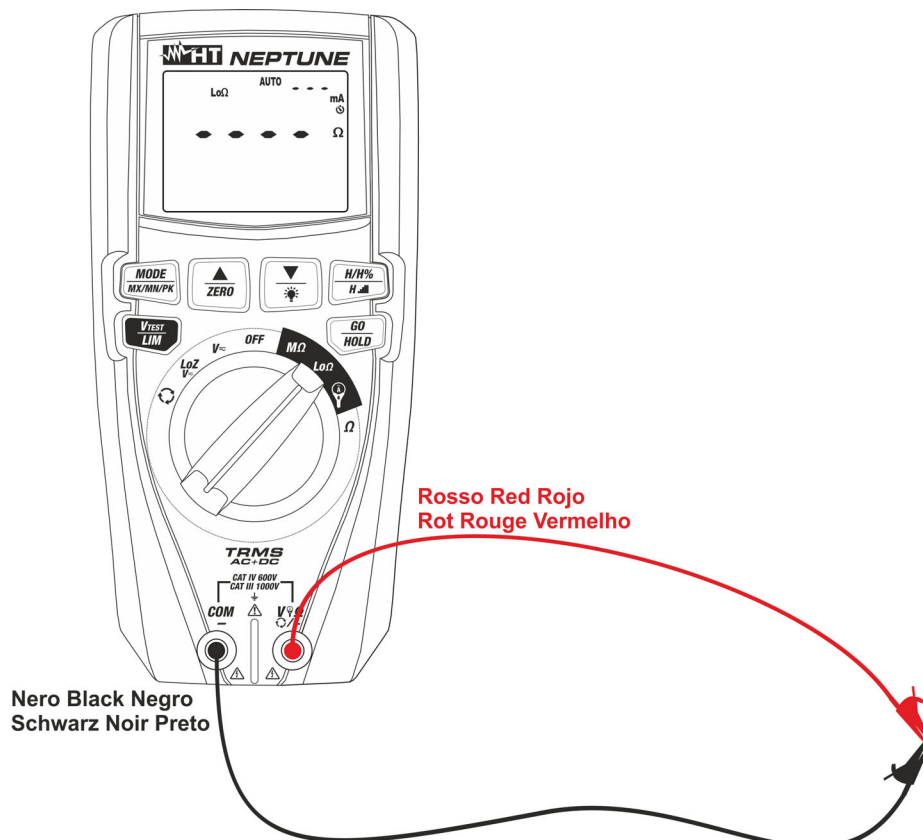

Fig. 32: Raccordement des câbles pour la fonction compensation
2. Insérer les câbles de mesure dans les bornes d'entrée **V $\Omega$ /+** et **COM/-**, raccorder les pinces crocodiles et court-circuiter les extrémités des câbles entre eux (voir Fig. 32)